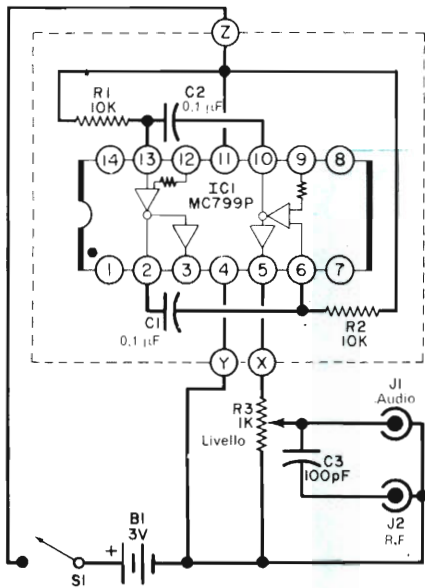

Fig. 1 - Un solo circuito integrato fornisce segnali sia audio sia RF. Entrambi i segnali di uscita sono variabili in ampiezza con continuità.
**Costruzione** - Come si può vedere dallo schema riportato nella *fig. 1*, il circuito dell'iniettore di segnali è molto semplice. Tuttavia, poiché viene impiegato un circuito integrato con piedini terminali molto vicini tra loro, è indispensabile l'uso di un circuito stampato, che si può realizzare seguendo la *fig. 2*.
Nella fig. 1, il circuito integrato IC1 è un separatore doppio invertitore. Ogni entrata ha due uscite: una a basso livello e l'altra ad alto livello. Le uscite a basso livello sono accoppiate alle entrate dei separatori per mezzo dei condensatori C1 e C2 e dei resistori R1 e R2 per formare un multivibratore astabile. Un'uscita ad alto livello è collegata al controllo di livello R3 e al jack Audio J1 per fornire il segnale a 1.000 Hz. L'isolamento interno tra le uscite a basso ed alto livello impedisce che un forte carico o anche un cortocircuito rendano instabile o spostino la frequenza di funzionamento del multivibratore. Il condensatore C3 trasferisce al jack J2 solo l'energia ad alta frequenza derivata dal tratto in salita, ricco di armoniche, delle onde quadre generate dal multivibratore. In J2 è presente una serie di impulsi che possono essere usati per l'iniezione di segnali in radiricevitori MA.